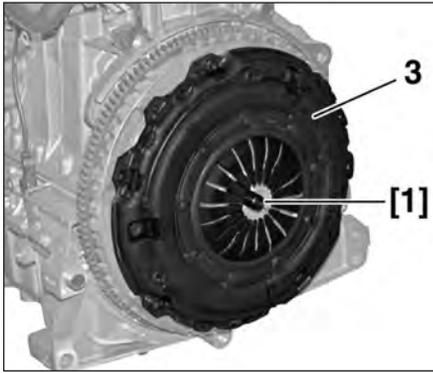

FIG.6
- Centrer le disque d'embrayage (3) à l'aide de l'outil [1] (Fig.6).
- Reposer le mécanisme d'embrayage (2).